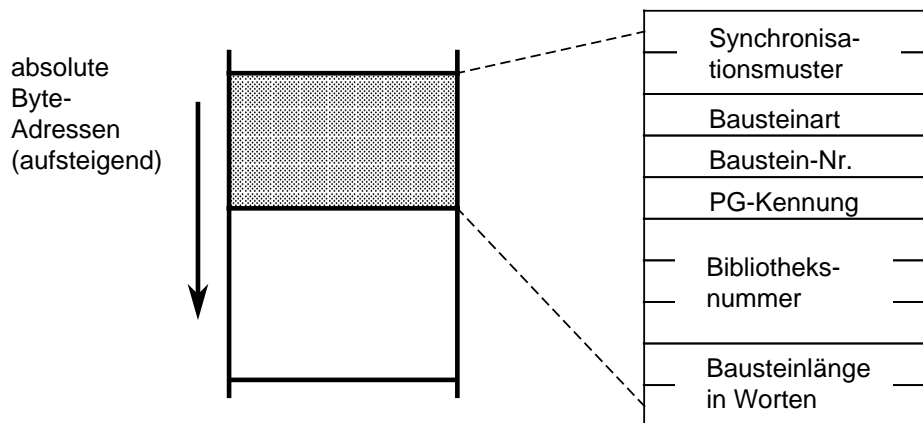

Bild 7.2 Aufbau des Bausteinkopfes
- Bausteinkopf (5 Wörter, Bild 7.2)